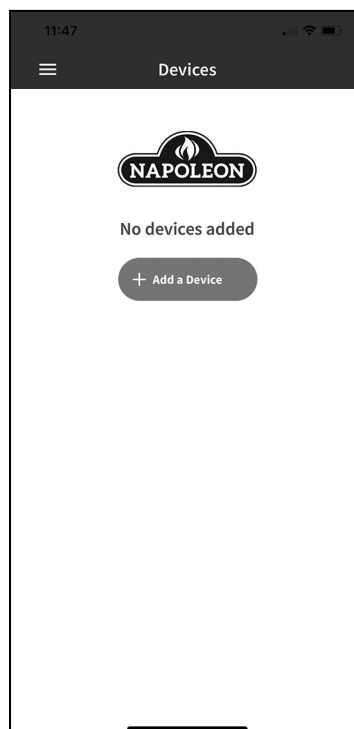

Fig. 3
4. Sélectionnez "Ajouter un appareil" et acceptez les autorisations **(Fig. 3 & 4)**.